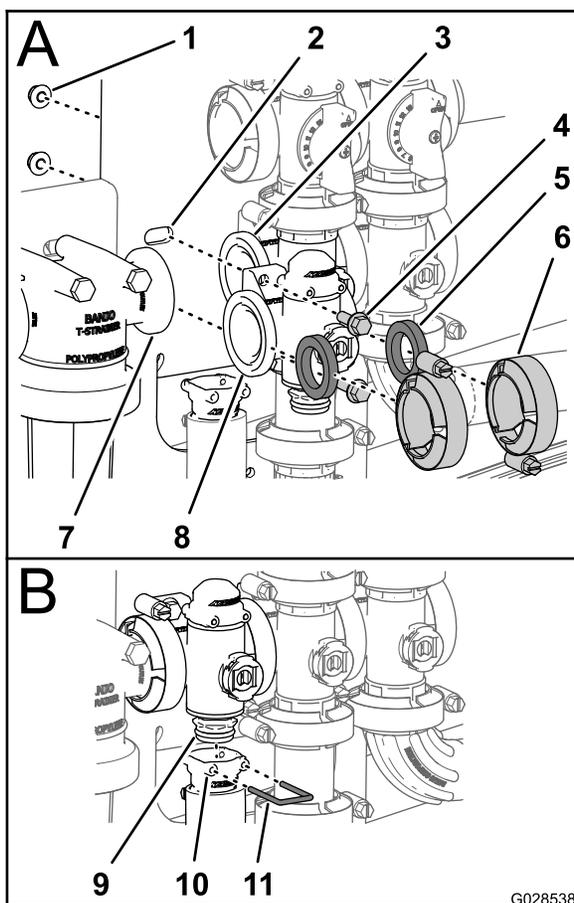

Рисунок 101
1. Установите прокладку между фланцами коллектора клапана регулирования интенсивности опрыскивания и головкой фильтра линии нагнетания (А на Рисунок 101).
2. Смонтируйте коллектор клапана регулирования нормы распыления, прокладку и головку фильтра линии нагнетания с помощью хомута, затянув его от руки (А на Рисунок 101).
3. Установите прокладку между фланцами клапана регулирования нормы распыления и коллектором клапана перемешивания (А на Рисунок 101).
перемешивания с помощью хомута, затянув его от руки (А на Рисунок 101).
5. Присоедините клапан регулирования нормы распыления к опоре крепления клапана при помощи двух болтов с фланцевыми головками и двух фланцевых контргайк (А на Рисунок 101), демонтированных при выполнении пункта 3 раздела Демонтаж коллекторного клапана регулирования нормы распыления \(страница 77\), и затяните гайку и болт с моментом от 10,17 до 12,43 Н·м.
6. Установите выпускной штуцер на нижний штуцер торцевой крышки коллекторного клапана (вид В на Рисунок 101).
7. Прикрепите штуцер торцевой крышки к выпускному штуцеру, вставив держатель в гнездо выпускного штуцера (вид В на Рисунок 101).